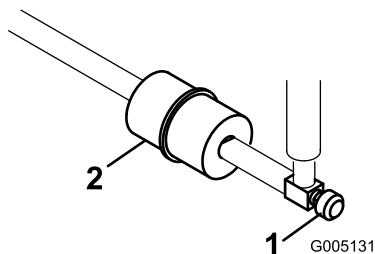

Figura 31
El filtro de combustible en línea se encuentra en el tubo de combustible, entre el depósito de combustible y el carburador (Figura 31).
1. Cierre la válvula de cierre del combustible (Figura 31).
2. Coloque un recipiente debajo del filtro, afloje la abrazadera en el lado del carburador del filtro y retire el tubo de combustible del filtro (Figura 31).
3. Afloje la otra abrazadera y retire el filtro (Figura 31).